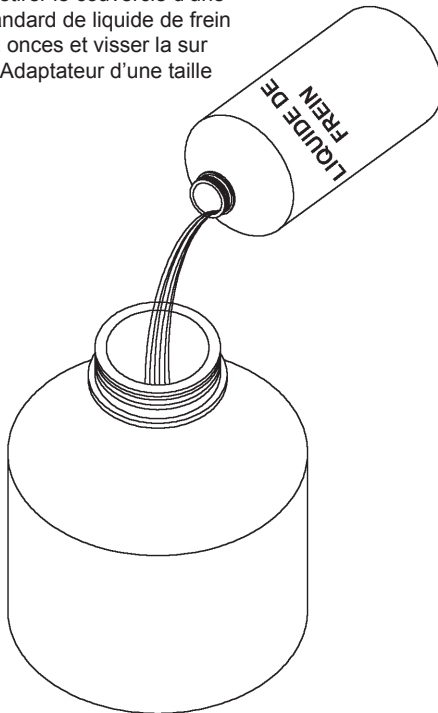

Figure 1
1. Remplir le réservoir de 1200 ml (40 onces) avec du liquide de frein recommandé par le fabricant du véhicule jusqu'à atteindre un niveau de liquide supérieur à celui qui sera purgé (Figure 1) et installer le couvercle. Ou retirer le couvercle d'une bouteille standard de liquide de frein
1. Remplir le réservoir de 1200 ml (40 onces) avec du liquide de frein recommandé par le fabricant du véhicule jusqu'à atteindre un niveau de liquide supérieur à celui qui sera purgé (Figure 1) et installer le couvercle. Ou retirer le couvercle d'une bouteille standard de liquide de frein de 12 ou 32 onces et visser la sur le Bouchon Adaptateur d'une taille